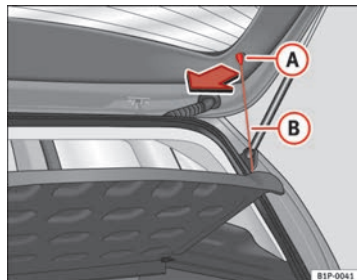

Fig. 105 Bandeja porta-
- Desenganche los tirantes ⇒ fig. 105 (B) de los alojamientos (A).